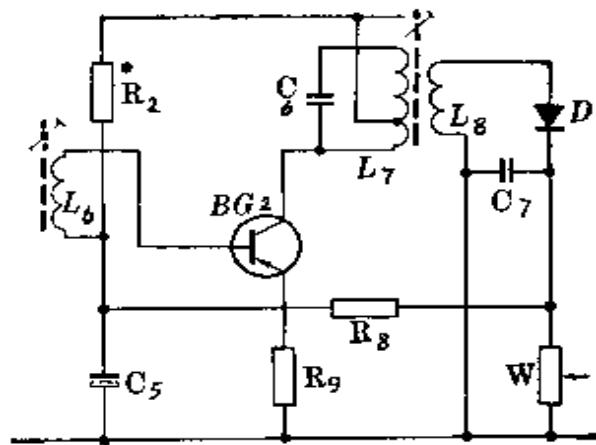

图 8-18
2. 中频放大器电路：图 8-18 是超外差式五管机的中频放大器电路(采用分压式电流负反馈偏置电路)。电路中, R_2 为 BG_2 的上偏流电阻, R_8 与电位器 W 共同组成 BG_2 的下偏流电阻。发射极电阻 R_9 用于稳定三极管的工作点。在 R_9 两端没有并联旁路电容, 让交流信号通过 R_9 , 这样做交流信号虽然会有一些损失, 但能够改善音质。 C_6 和中频变压器初级 L_7 组成选频电路。 C_5 是旁路电容, 同时又与 R_8 构成自动增益控制电